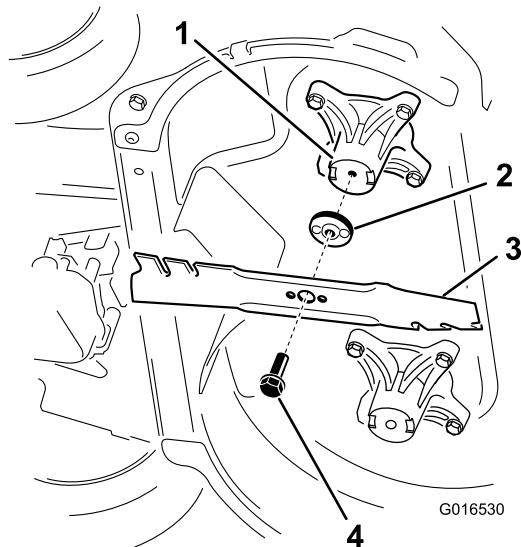

Figura 45
2. Rimuovete ogni lama come mostrato in Figura 45.
1. Montate la prima lama in posizione orizzontale, usando la bulloneria di montaggio come mostrato in \(Figura 45\).